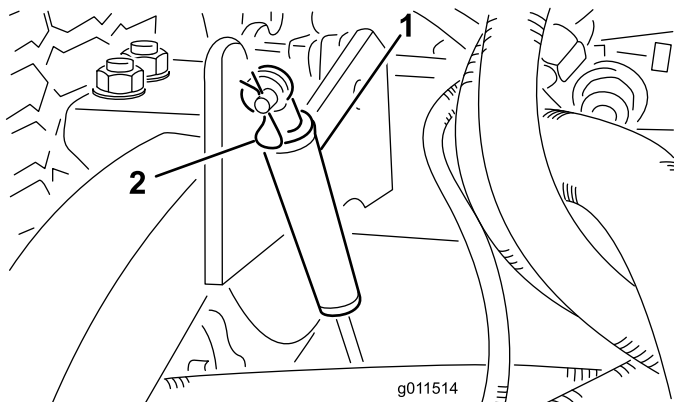

Figura 76
2. Retire el pasador de horquilla que fija los amortiguadores a los brazos de elevación (Figura 76). Gire el amortiguador hacia la carcasa de la carcasa.